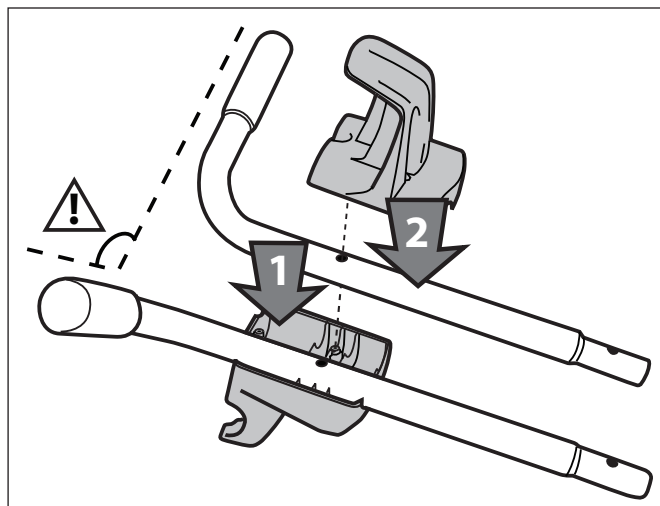

Figura 2. Instale los soportes en las manijas superiores
1. Coloque el soporte del cable de energía y el soporte de fuente de energía en los tubos superiores, como se muestra en la Figura 2. Asegúrese de que los tubos superiores (manijas) se encuentren en la orientación correcta.